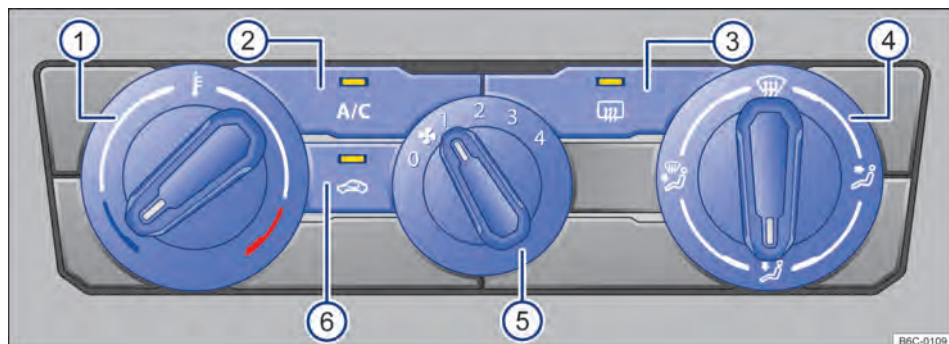

Fig. 84 Comandos do ar-condicionado.
- *Ar-condicionado*: girar o regulador do ventilador para o nível 0 → Fig. 84 (5).
- *Ar-condicionado*: pressionar o botão (A/C) → Fig. 84 (2) para ligar e desligar o funcionamento da refrigeração.
- *Ar-condicionado*: girar o regulador rotativo esquerdo → Fig. 84 (1).
- *Ar-condicionado*: girar o regulador do ventilador → Fig. 84 (5).
- *Ar-condicionado*: pressionar o botão  → Fig. 84 (6).
- *Ar-condicionado*: girar o regulador da direita → Fig. 84 (4) para posição desejada.
- *Ar-condicionado*: girar o regulador direito para a posição  → Fig. 84 (4).
- *Ar-condicionado*: pressionar o botão  → Fig. 84 (3).